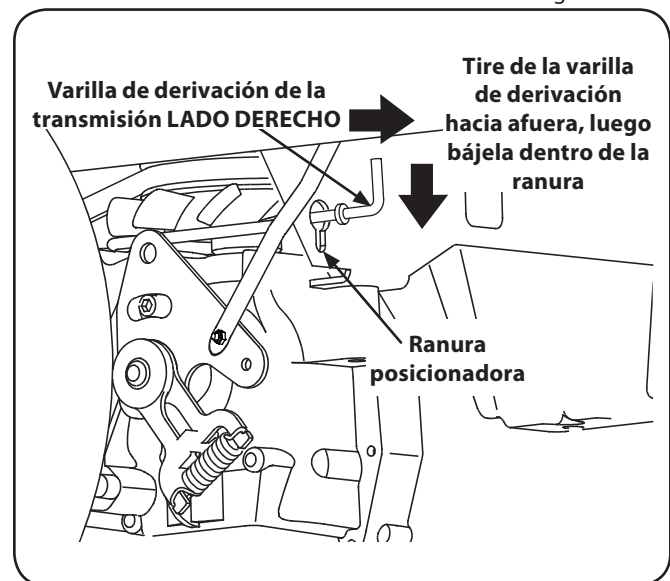

Figura 6-2
1. Ubique las varillas de derivación de transmisión, justo delante de los dos neumáticos traseros. Vea la Figura 6-2.